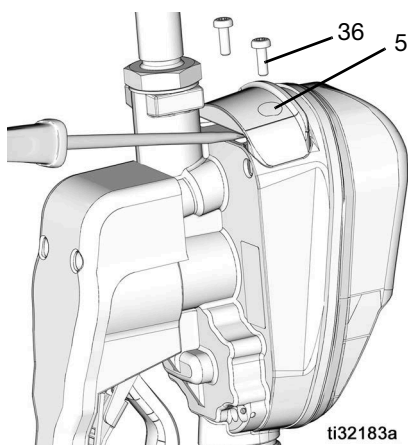

Рис. 47
1. Извлеките винты (36) из крышки отсека батарей (5).
2. Используйте тонкую отвертку с прямым шлицем, чтобы аккуратно приподнять крышку с корпуса раздаточного клапана с расходомером, расположенную рядом с креплением удлинительной насадки, как показано на Рис. 47.